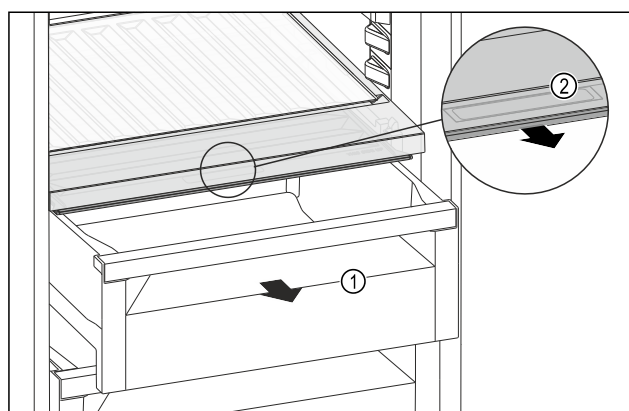

Fig. 155
- Retirer le tiroir Fig. 155 (1).
- Saisir la poignée encastree Fig. 155 (2) du couvercle du compartiment et tirer le couvercle du compartiment par l'avant.